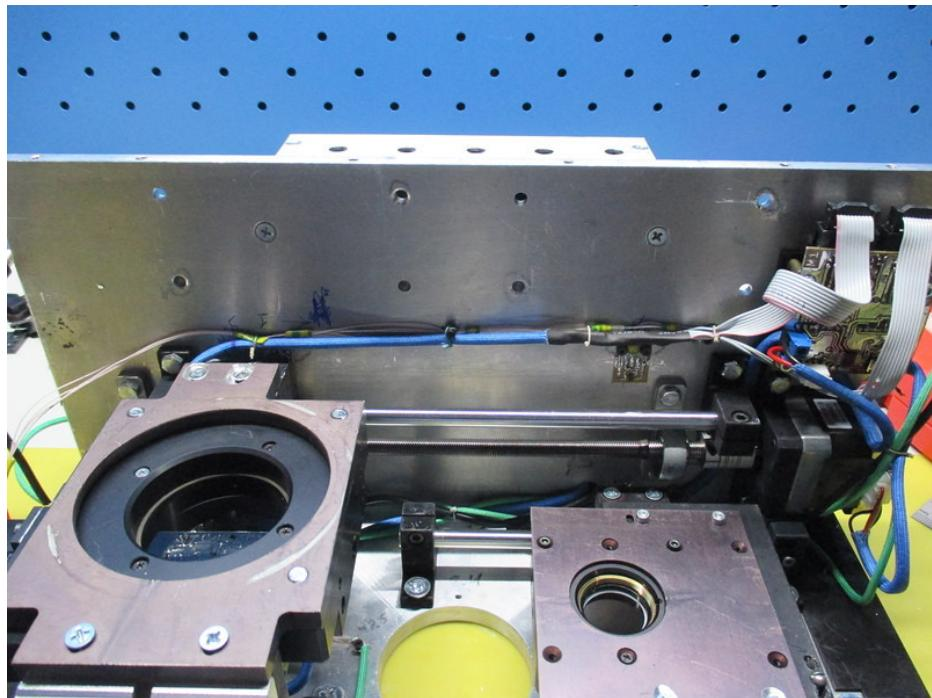

Рис. 19: Проводка, прикрепленная к задней стенке ММРР.
6. Отсоединить от задней стенки фотометра электрическую проводку (см. рис. 19).